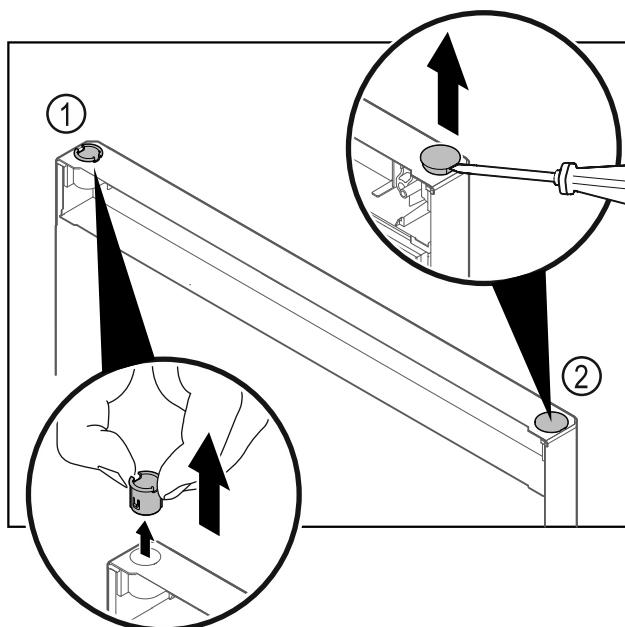

Fig. 26
- Витягніть шарнірну втулку Fig. 26 (1) пальцями.
- За допомогою шліщової викрутки обережно підніміть заглушку Fig. 26 (2) та витягніть її.